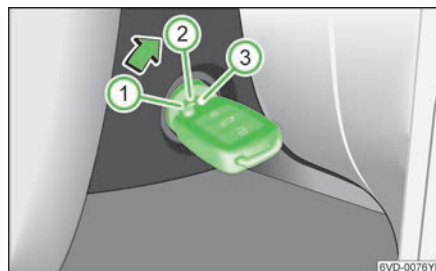

图 89
- ▶ 点火钥匙转到位置 **3**，» 图 89，见第 50 页，启动发动机。
- 点火钥匙转至位置 **1**，» 图 89，见第 50 页。